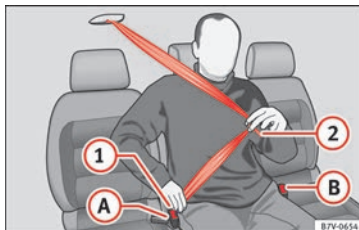

Fig. 88 Abrocharse el cinturón del asiento central de la segunda fila.
- Tire hacia abajo de la cinta del cinturón por la lengüeta de cierre » » » fig. 88 . No doble el cinturón al hacerlo » » » .
- Pase la cinta del cinturón por la región pélvica del ocupante tirando de la lengüeta de cierre » » » fig. 88 .
- Presione la tecla roja en el cierre » » » **fig. 88**